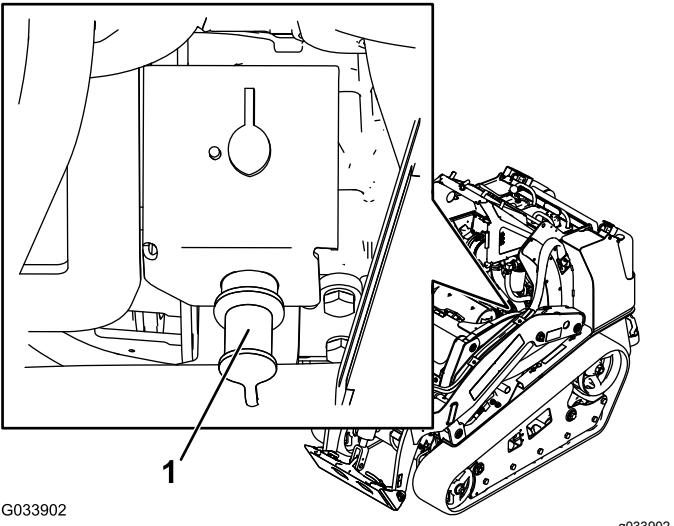

Bild 52
2. Nehmen Sie die Abdeckung vom Starthilfepol ab (Bild 52).
3. Schließen Sie ein Ende des positiven Starthilfekabels (+) am Starthilfepol an (Bild 52).